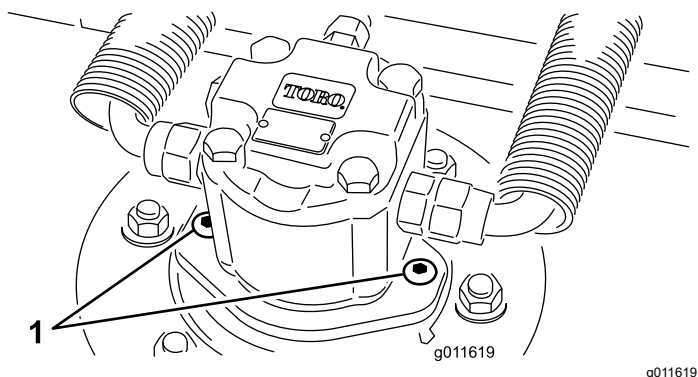

Figure 5
4. Montez le moteur hydraulique sur le plateau de coupe (Figure 5). Vérifiez que le joint torique est en place et en bon état.